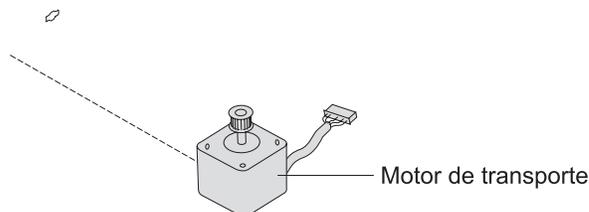

Figura 4-16. Extracción del motor de transporte
9. Levante el bastidor de la impresora lo suficiente para extraer el motor de transporte. Extraiga el **motor de transporte**. Consulte la Figura 4-16.